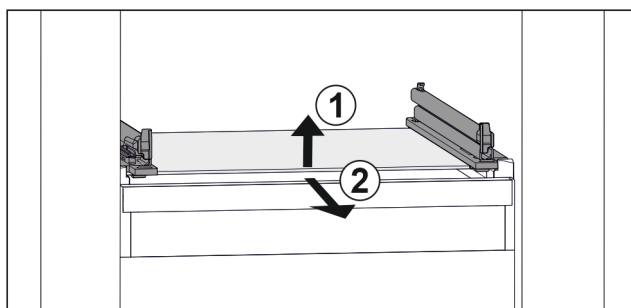

Fig. 25 Representación de la placa de vidrio a modo de ejemplo
- ▶ Levante la placa de vidrio por delante. Fig. 25 (1)
- ▶ Retire la placa de vidrio hacia delante. Fig. 25 (2)